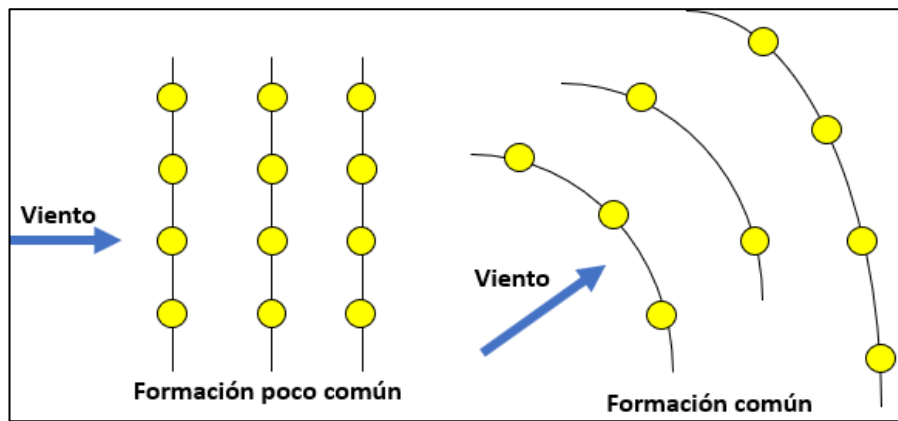

Ilustración 3. Formaciones comunes y no comunes de un parque eólico.
- **Formaciones en parques eólicos.** Tal y como vemos en la Ilustración 3 podemos observar que no es trivial la formación que hacen los aerogeneradores en un parque eólico. Es un balance de costes y rendimiento. En un primer momento podríamos pensar que cuantos mas aerogeneradores en un mismo espacio pues más viento aprovecharíamos. Sin embargo, esto no es así, ya que una vez que pasa el viento a través de los aerogeneradores el viento genera turbulencias de forma que el viento pierde fuerza, y no es igual de aprovechable que al principio. Es un balance costes y rendimiento, ya que a mayor número de aerogeneradores más costes, a más distancia entre activos más costes debido al uso de cableado, de forma que en cada situación geográfica la formación óptima es distinta.